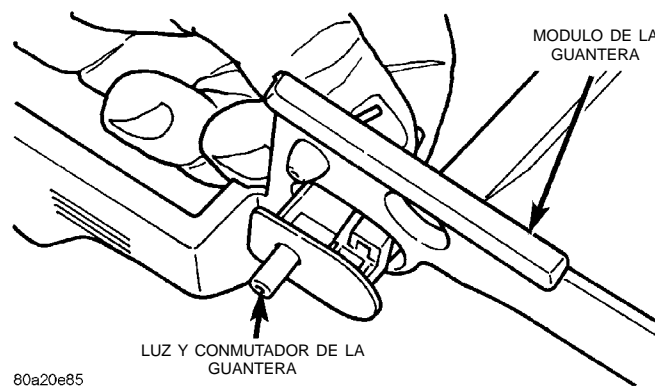

Fig. 13 Desmontaje/instalación de la luz y conmutador de la guantera
(1) Retire el módulo de la guantera tal como se describe en este grupo.
(2) Desde la parte posterior del módulo de la guantera, apriete y junte las lengüetas de retención en la caja de la luz y conmutador de la guantera y presione la unidad para extraerla por la parte delantera y a través del orificio de instalación en el módulo (Fig. 13).